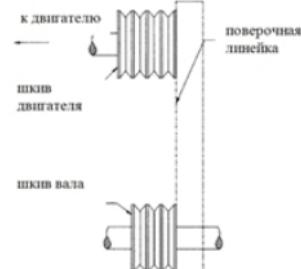

Рисунок 6 . Проверка выравнивания ремней
2. Уберите натяжение пока ремни находятся в пазах. Запустите привод примерно на пять (5) минут для «посадки» ремней. Установите максимальную нагрузку. Если ремни проскальзывают, затягивайте их до тех пор, пока они не будут проскальзывать при максимальной нагрузке. Для большинства новых ремней потребуется дополнительное растяжение после их «посадки».
6. Для проверки выравнивания используйте стальную поверочную линейку (см. рисунок 6)